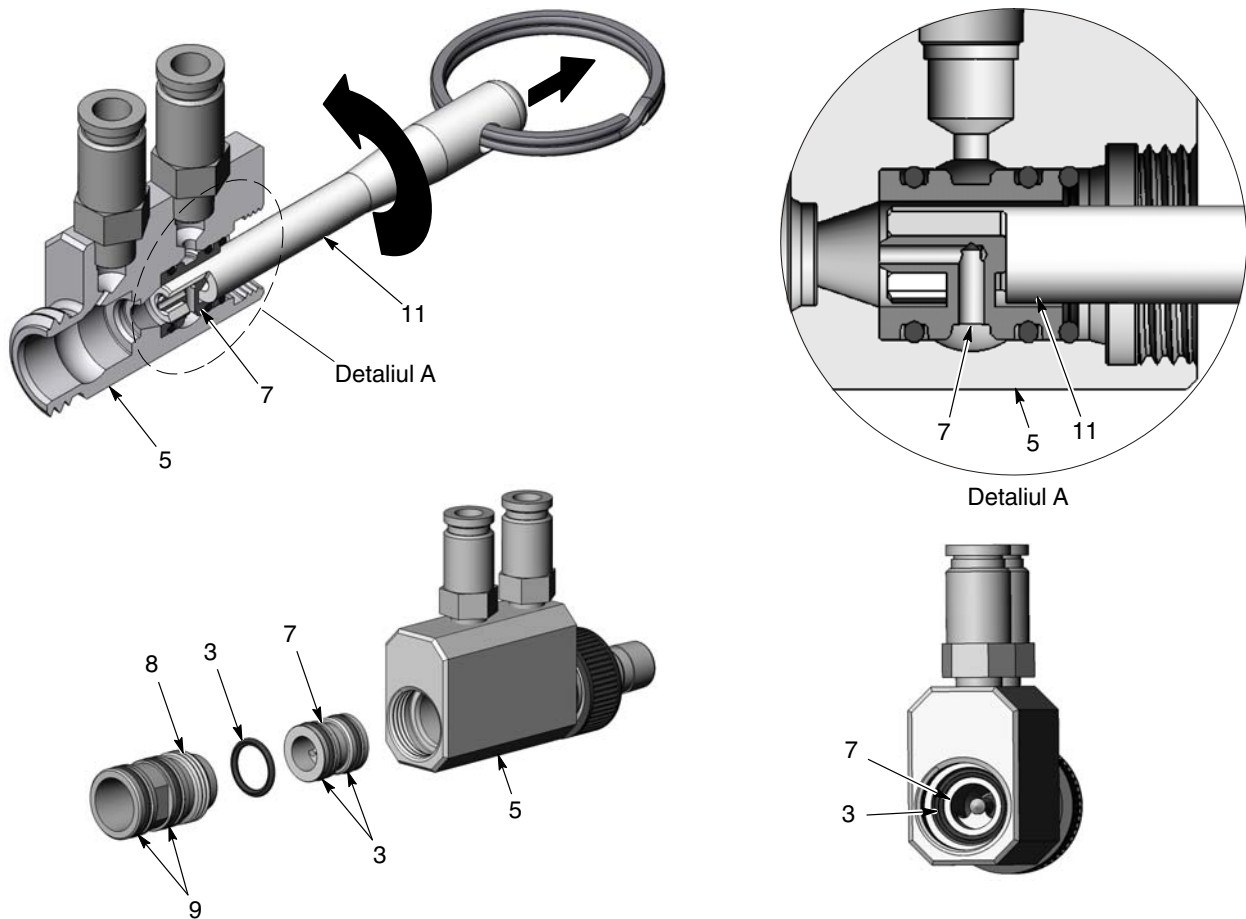

Figura 4 Demontarea și montarea injectorului
1. A se vedea Figura 4. Deșurubați adaptorul injectorului (8) de pe corpul pompei (5) cu ajutorul unei chei.
2. Introduceți unealta pentru extragere (11) în injectorul (7) și rotiți-o în sens orar pentru a agăța suportul de centrare al injectorului, așa cum este prezentat. Răsuciți în sens orar unealta, în timp ce o trageți pentru a demonta injectorul de pe corpul pompei.
4. Montați două inele O (3) pe injector, apoi apăsați injectorul în corpul pompei, verificând dacă duza injectorului este orientată către capătul de ieșire al corpului. Unealta pentru extragere poate fi folosită pentru așezarea completă a injectorului în partea inferioară a alezajului corpului pompei.
5. Inspectați inelul O slăbit (3) și verificați să nu fie deteriorat sau răsucit. Introduceți-l în corpul pompei și așezați-l pe injector. Capătul uneltei pentru extragere poate fi folosit pentru a verifica dacă este așezat corect.